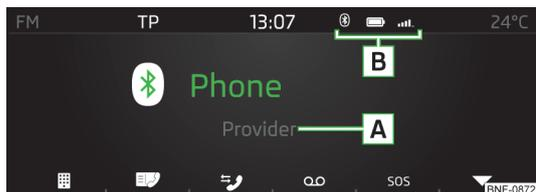

Abb. 108
- > Im Hauptmenü *Telefon* die Funktionstaste ☎️ » **Abb. 108** auf Seite 93 drücken.
➤ Zur **Anzeige** im Hauptmenü *Telefon* die Funktionstaste » **Abb. 108 auf Seite 93** drücken.
➤ Im Hauptmenü *Telefon* die Funktionstaste » **Abb. 108 auf Seite 93** drücken.
- › Zur **Anzeige** im Hauptmenü *Telefon* die Funktionstaste **[Z]** » **Abb. 108 auf Seite 93** drücken.